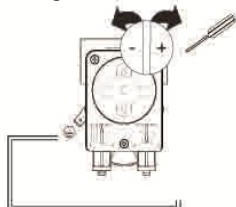

Abb. 11
- 2- Öffnen Sie, indem Sie im Uhrzeigersinn aufschrauben, bis die bestimmte erforderliche Menge erreicht wird. (Abb. 11)